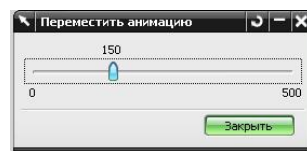

рис.64
- Если в панели инструментов *Управление анимацией* (рис.60) вы вызовете вторую справа пиктограмму – *Переместить анимацию*, то появится диалоговое окно попроще – рис.64. Здесь с помощью движка вы также сможете “прокрутить” анимацию вашего механизма в любую сторону.